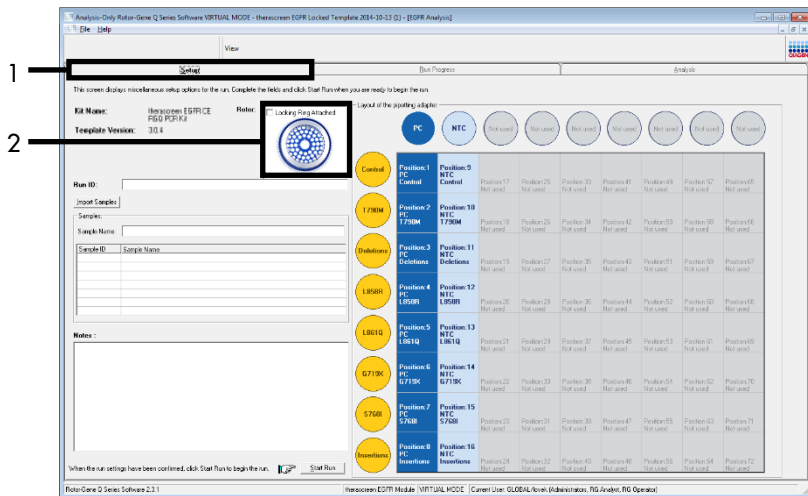

Figura 11. Pestaña “Setup” (Configuración) (1) y casilla “Locking Ring Attached” (Anillo de fijación sujeto) (2).
13. Se abre de manera predeterminada la pestaña “Setup” (Configuración) (figura 11). Confirme que el anillo de fijación esté correctamente sujeto y marque la casilla Locking Ring Attached (Anillo de fijación sujeto). Cierre la tapa del equipo Rotor-Gene Q MDx 5 plex HRM.